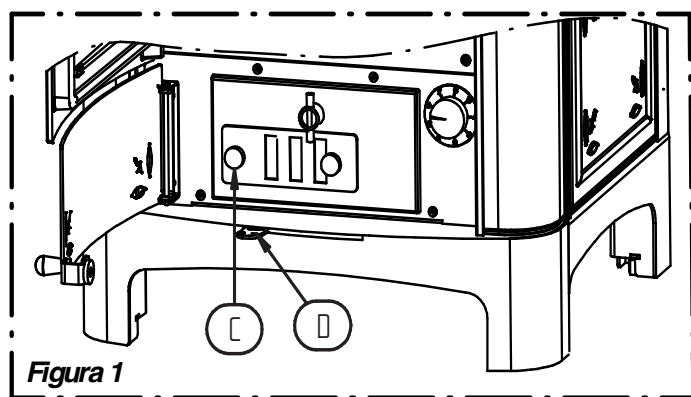

Figura 1
Per avviare la thermostufa aprire completamente il *regolatore aria di combustione primaria manuale C* (tutta aperta verso sx), aprire completamente la *leva regolazione aria di combustione secondaria manuale D* (tutta aperta verso sx) (figura 1), aprire completamente il termostato automatico aria comburente fino alla pos. 8 e assicurarsi che la griglia di combustione sia libera da eventuali ostruzioni. Fare una piccola fiammella usando carta o cartone con trucioli o piccoli pezzi di legno , aggiungendo via via pezzi sempre più grossi. Quando la combustione sarà ben avviata , chiudere il *regolatore aria di combustione primaria manuale C* nella posizione di minima (quasi completamente chiusa verso dx - lasciare un' apertura di circa 2mm) , lasciare aperta la *leva regolazione aria di combustione secondaria manuale D* nella posizione di massima (tutta aperta verso sx) e chiudere il termostato automatico aria comburente fino alla pos. 0 (figura 2). La pompa riscaldamento entrerà in funzione non appena il termostato anticondensa tarato a 60°C darà il consenso al circolatore impianto di attivarsi. La potenza utile si raggiunge usando combustibile con pezzatura del diametro di circa 7-8 cm , ovviamente è possibile utilizzare pezzatura più grande a scapito di una minore potenza. Per ravvivare il fuoco, utilizzando l'attizzatoio in dotazione liberare la griglia dalle ceneri combuste.